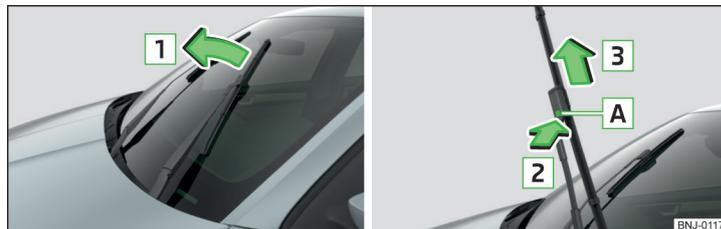

Fig. 197 Escobilla limpiacristales del parabrisas
- Levantar la varilla del limpiaparabrisas del cristal en el sentido de la flecha **1** » fig. 197.